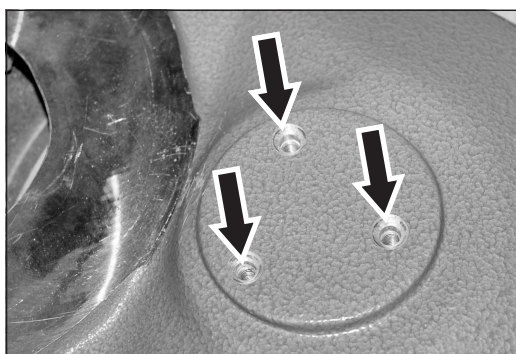

Abb. 43 Die Bohrungen im Vorsatz müssen zu den Gewinden des kompletten Schleiftellers fluchten!
- 3** Setzen Sie den kompletten Schleifteller mit dem Keilriemen in den Vorsatz ein (Abb. 42). Beachten Sie dabei, dass das Lochbild des kompletten Schleiftellers zum Lochbild des Vorsatzes fluchtet (Abb. 43)!